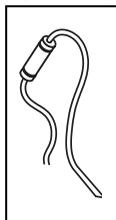

Fig. 18
- Démontez les tuyaux eau/air du bouchon et les unir avec le raccord rapide fourni en équipement comme indiqué sur la Fig.18.